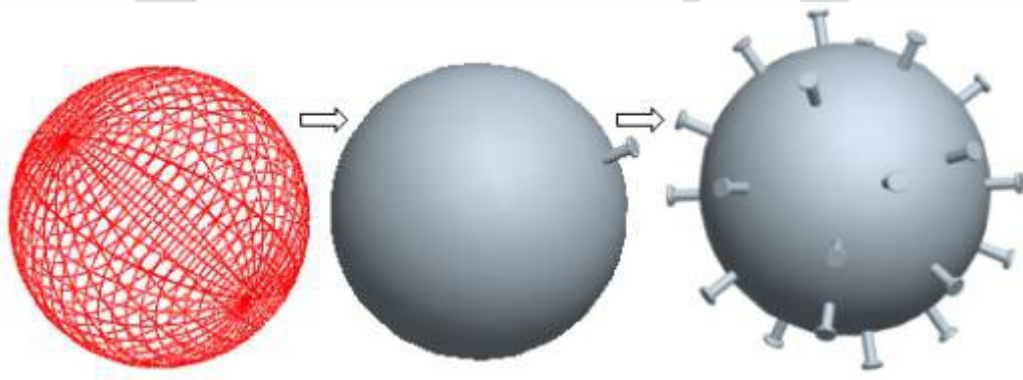

图 15-22 练习 15-11 操作示意图
【练习 15-11】：图 15-22 为装配件 15-11.asm 的装配图。该装配图由 2 种零件组成：ball.prt、pin.prt。从附盘“\ch15\15-11”目录中读取这 2 个文件, 使用复制方法建立如图 15-22 所示的装配图。
1. 把 pin.prt 装配在 ball.prt 上, 如图 15-22 所示, 应确保两零件的装配结果为“完全约束”状态。